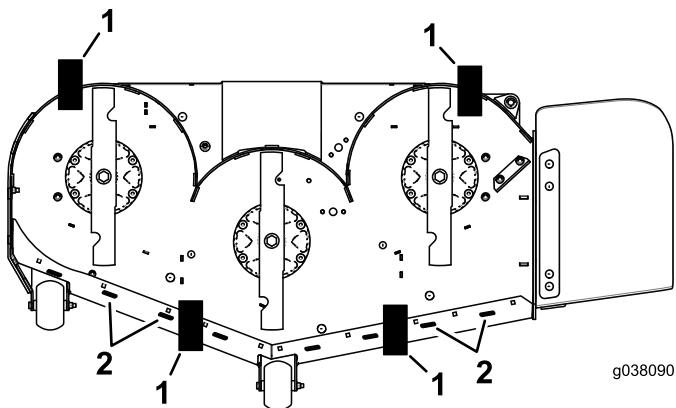

Рисунок 84
11. Установите 2 подставки (см. таблицу высоты подставок и угла наклона ножей) под заднюю кромку фартука режущей деки, по одной на каждой стороне режущей деки (**Рисунок 84**).